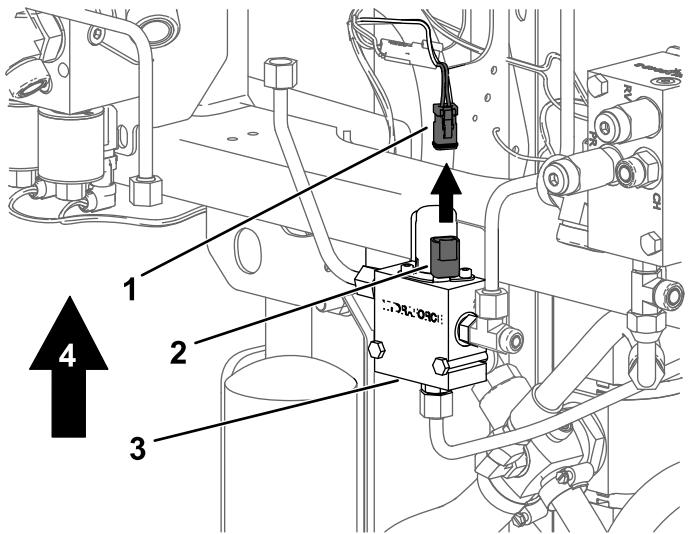

Bild 29
10. Ziehen Sie die Spule vom 3-Weg-Verteiler ab (Bild 29).